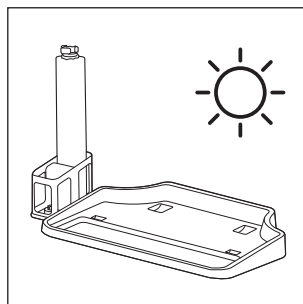

Fig. 38
- ◆ Vous pouvez également placer le rouleau brosse ⑥ verticalement dans le support pour rouleau brosse ⑤ de la station d'accueil et de nettoyage pour qu'il sèche (voir fig. 38).